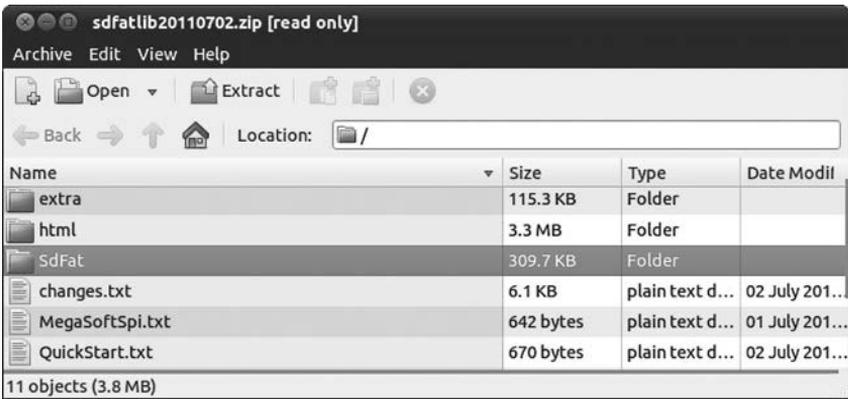

Рис. 8.21. Папка с загруженной библиотекой
1. Найдите загруженный файл и выполните двойной щелчок на нем. В результате должно появиться окно Archive Manager (Диспетчер архивов) с папкой *SdFat*, как показано на рис. 8.21.
2. Щелкните правой кнопкой на папке *SdFat* в окне, изображенном на рис. 8.21, и затем на кнопке **Extract** (Извлечь), чтобы извлечь папку в ваш каталог */libraries* (рис. 8.22).